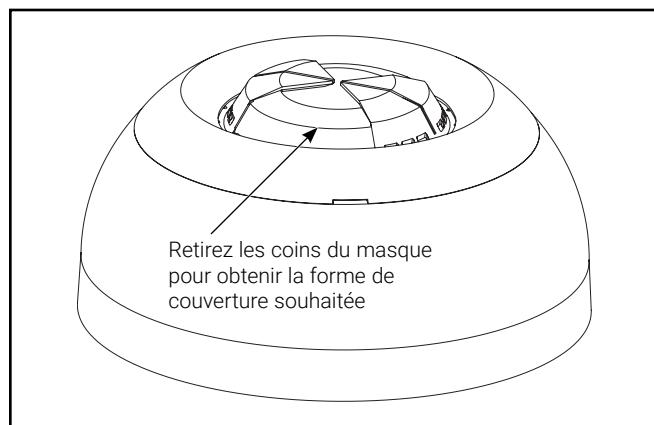

Figure 7.
- Retirez les coins du masque pour obtenir la forme de couverture souhaitée. (Figure 7.)